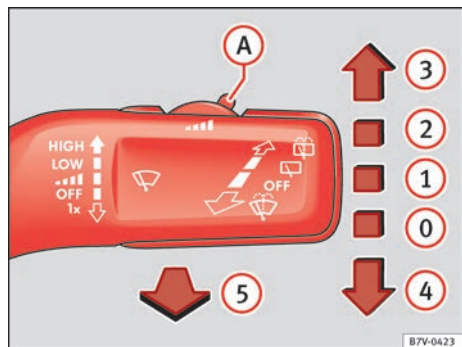

Abb. 66 Frontscheibenwischer bedienen.
| 1 | | Intervallwischen für die Frontscheibe. Mit Schalter ⇒ Abb. 66 (A) Intervallstufen (Fahrzeuge ohne Regensensor) oder Empfindlichkeit des Regensensors einstellen. |
- Scheibenwischerhebel kurz nach unten drücken ⇒ Abb. 66 ④.